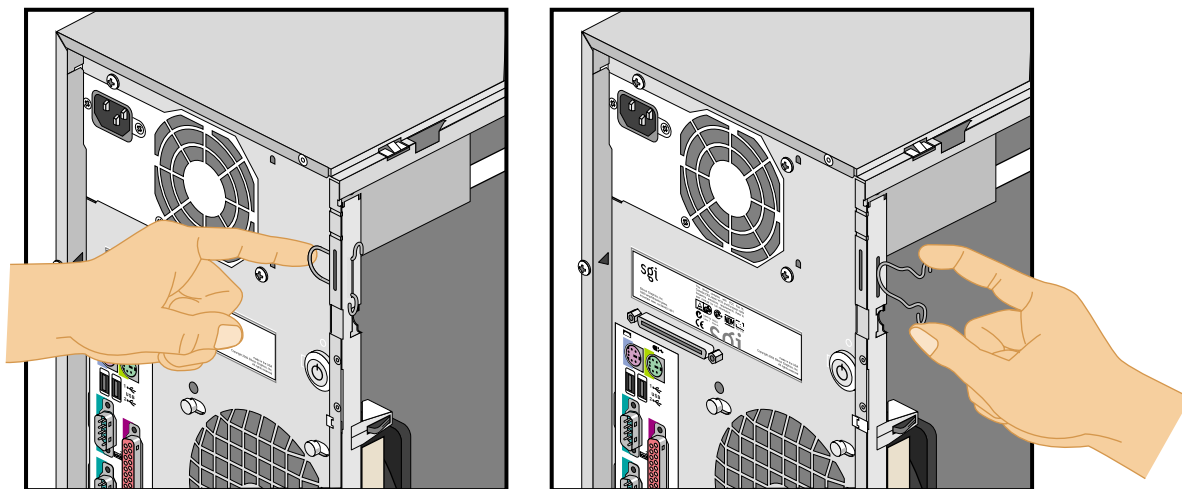

Abbildung 2-35 Herausnehmen der Verriegelungsöse aus der Aufbewahrungsaussparung
3. Nehmen Sie die Verriegelungsöse aus der Aufbewahrungsaussparung, indem Sie sie am offenen Ende zusammendrücken und aus dem Gehäuse herausschieben. Abbildung 2-35 veranschaulicht das Vorgehen.